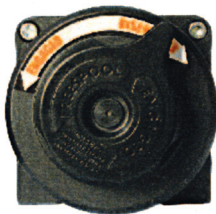
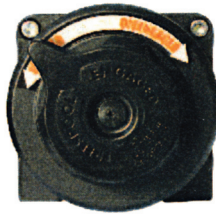

Figure 5
Figure 6
Avant de tester le treuil, tourner le bouton d'embrayage en sens horaire au position **Désengagé** (voir Fig.5). Tirez environ 2 pieds du câble hors du tambour puis tourner le bouton d'embrayage en sens antihoraire pour engager l'embrayage (voir Fig.6).
1. **Opération d'embrayage:** L'embrayage est actionné en tournant le bouton d'embrayage environ 45-90 degrés (voir Fig 6). Ceci permettra au treuil à dérouler en roue libre. Tournez le bouton d'embrayage jusqu' à ce qu'elle se remettre en place et l'appareil est en pleine marche. Relâchez jamais le câble du treuil pendant qu'il est sous tension. Cetter opération peut endommager gravement le treuil et/ou peut causer des dommages matériels et des blessures graves.